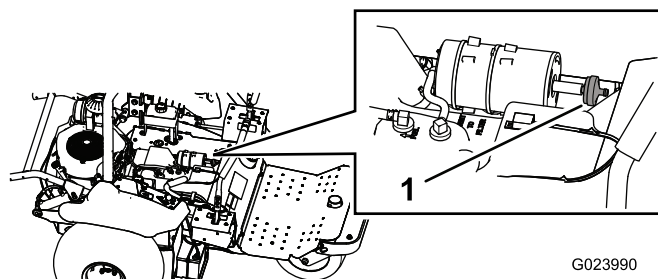

Figure 46
3. Détachez le filtre de la cartouche de charbon (Figure 46).